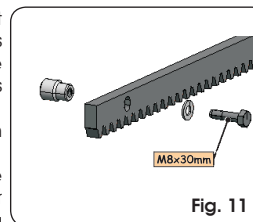

Fig. 11
5.4.1. CRÉMAILLÈRE À SOUDER EN ACIER (Fig.11)